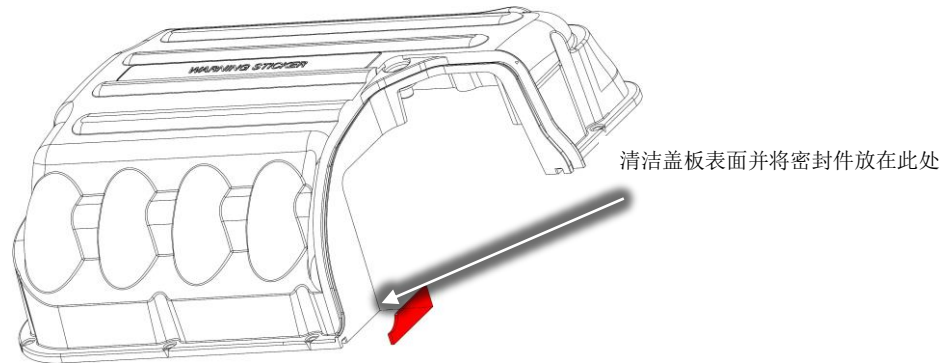
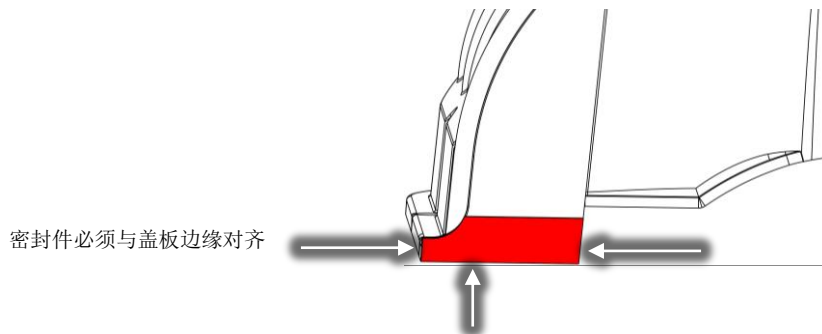

图 20 - 顶盖泡沫安装
图 21 - 安装后的顶盖泡沫
3. 去除粘接衬纸，小心安装顶盖密封泡沫。泡沫必须与盖板边缘对齐。参见图 20（顶盖泡沫安装）和图 21（安装后的顶盖泡沫）。